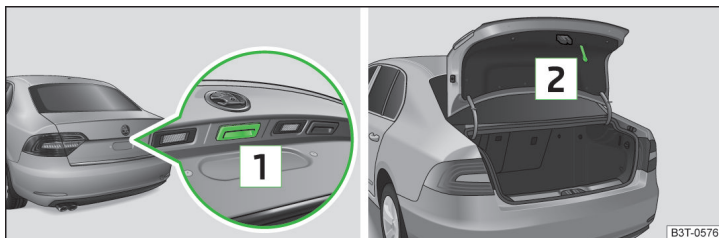

Abb. 38 Griff der Gepäckraumklappe / Geöffnete kleine Gepäckraumklappe
- Die Taste im Griff an der Unterkante der Gepäckraumklappe **1** » Abb. 38 drücken und die Klappe anheben.
- Die Klappe mit dem Griff **2** » Abb. 38 herunterziehen und zuschlagen.